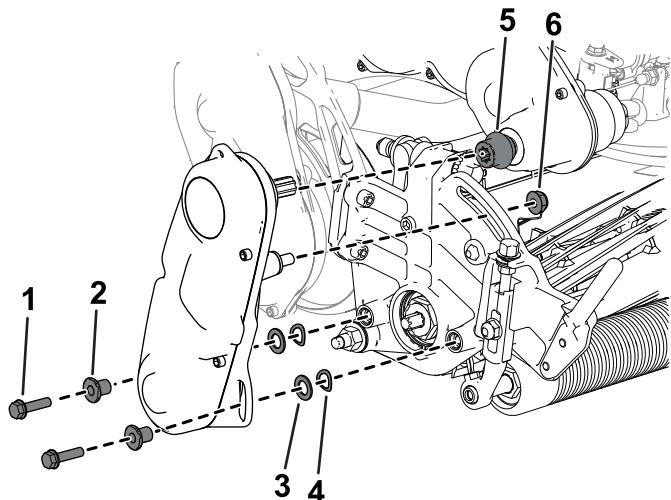

Рисунок 45
6. С помощью ранее снятых винтов с головкой под торцевой ключ, шайб и проставок прикрепите узел привода барабана в сборе к боковой пластине режущего блока (Рисунок 45).
Убедитесь в том, что вал привода узла привода барабана присоединен к муфте вала привода трансмиссии (Рисунок 45).